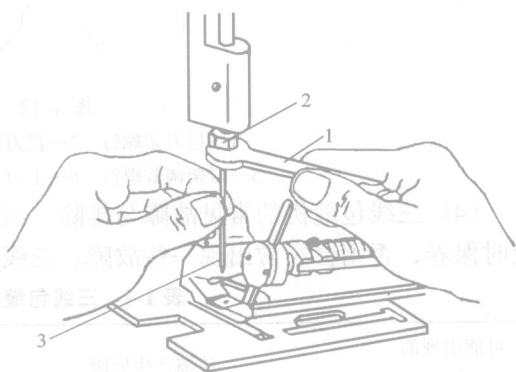

图 1-10 安装机针
1) 安装机针。安装机针时，用右手将飞轮向外旋转，使针杆上升至最高位置用专用扳手 1 将夹针螺母 2 向左旋松，装上所选择的机针 3，如图 1-10 所示。安装机针时必须注意针柄应向上顶住，机针的长槽一面要面向操作者。机针装进针杆后要用扳手将夹针螺母旋紧。如果出现跳针现象，则说明机针安装不到位或针槽方向不对。